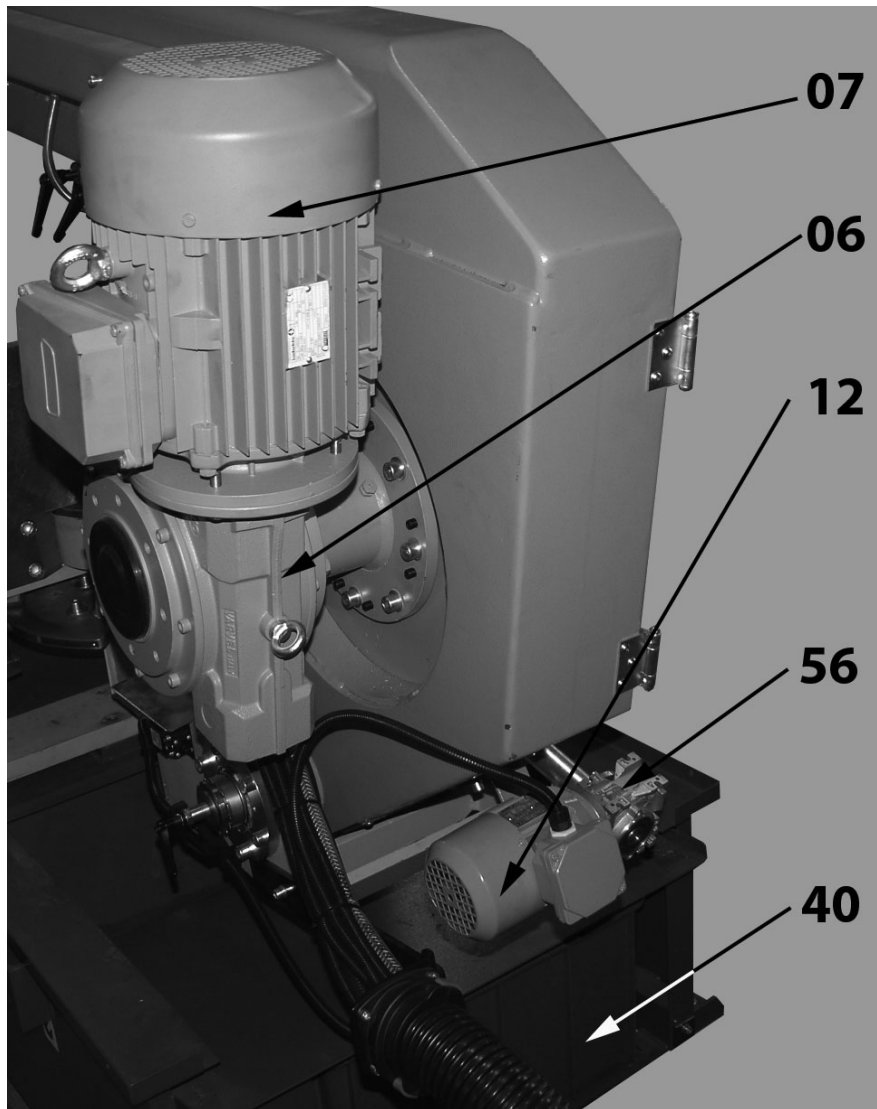

Figura 05 (Sistema Motoredutor)
A Base ou Gabinete (01) é construído em chapa de aço, e extremamente rígido, o qual sustenta todo este conjunto do arco descrito acima. No seu interior, possui o Quadro Elétrico (17), Sistema Hidráulico (18) e o de Refrigeração de corte (40) (figura 05). O desenho desta Base (01) faz com que o operador trabalhe de maneira ergonomicamente correta.